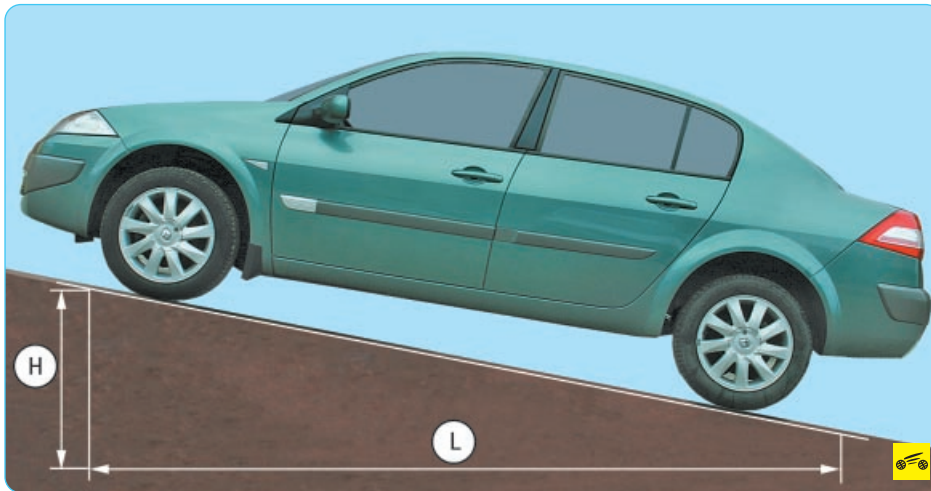

Рис. 9.4. Проверка стояночного тормоза
1. Для проверки правильности регулировки стояночного тормоза найдите вблизи места стоянки вашего автомобиля эстакаду или погрузочный пандус высотой **H** (рис. 9.4), равной 1,25 м, при длине въезда **L**, равной 5 м. Такое соотношение соответствует уклону 25%.